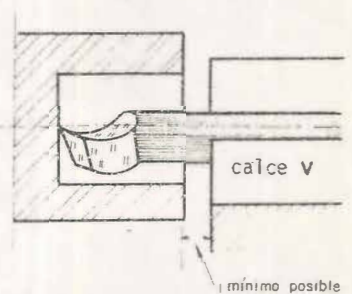

Fig. 3
- 5º Monte la herramienta de torneado y refrentado interior (fig. 3).